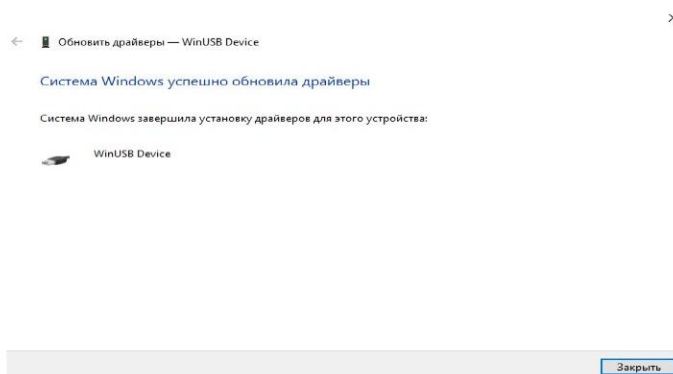

рис. 11 Завершение установки драйвера
5.6 После успешной записи драйвера оборудования появится интерфейс, показанный на рис. 11.